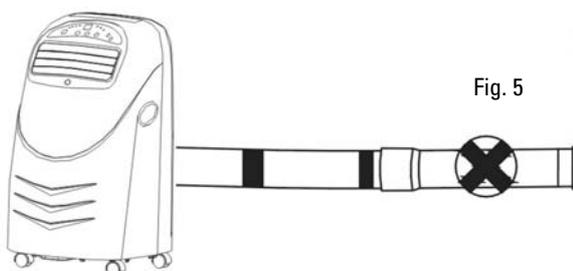

Fig. 5
- La gaine d'évacuation de l'air chaud peut s'étendre jusqu'à 1m50. Plus il est court, plus le climatiseur sera performant. Ne pas rallonger la gaine. (Fig. 5)